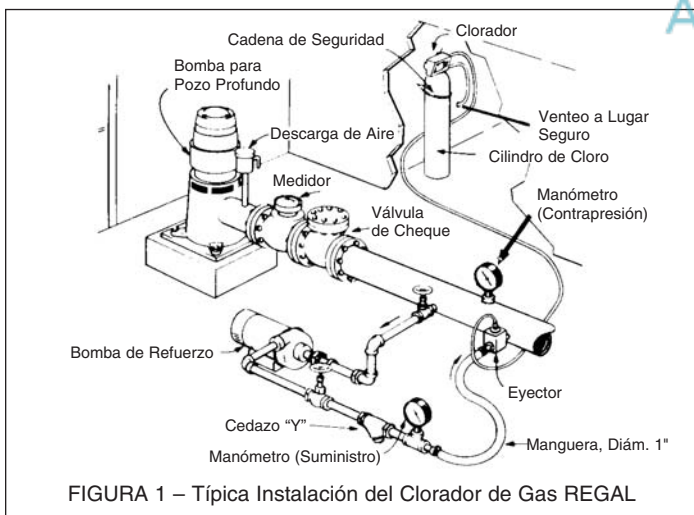

FIGURA 1 – Típica Instalación del Clorador de Gas REGAL
- La contrapresión es, simplemente, la presión total del agua, medida inmediatamente aguas abajo de la descarga del eyector. En la Figura 1, si se instalara un manómetro entre la descarga del eyector y el suministro principal del agua, daría la lectura de la contrapresión.
- Generalmente se utilizan bombas de “refuerzo” para generar una presión diferencial, elevando la presión dentro del sistema y luego pasando el agua, a mayor presión, a través del eyector y de regreso al sistema. (Ver la Figura 1.) Sin embargo, no siempre se necesita una bomba de refuerzo para alcanzar la presión diferencial necesaria.
Por ejemplo: Utilizando un sistema de tratamiento de agua como en la Figura 1, con una presión máxima de 60 PSIG (4.21 Kg./cm2) en el suministro principal del agua al eyector, y una tasa deseada de alimentación de cloro de 18 PPD.